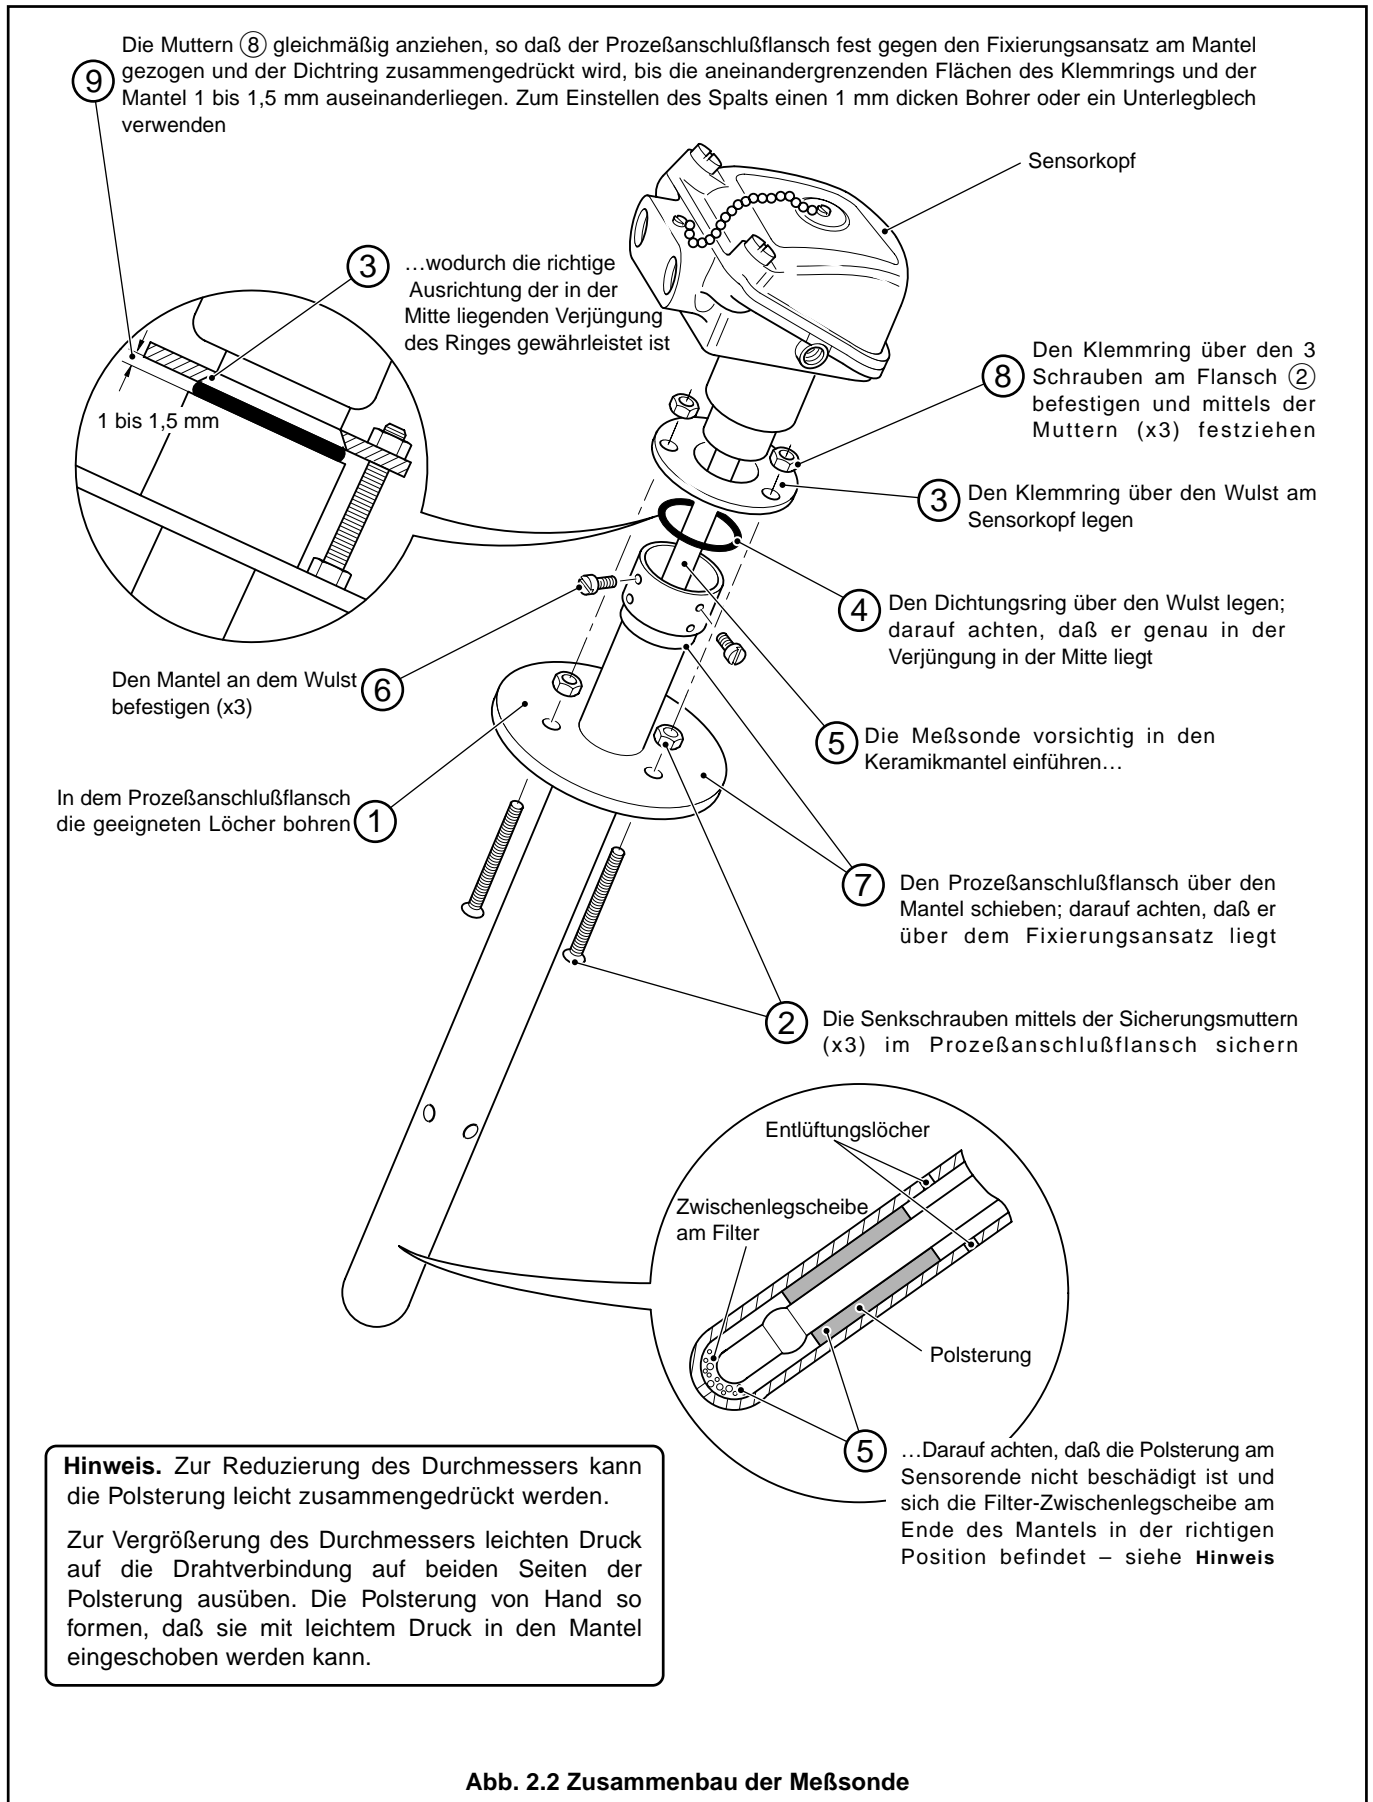

Abb. 2.2 Zusammenbau der Meßsonde
2.3 Zusammenbau der Meßsonde – Abb. 2.2
Bei diesem Prüfverfahren wird ein Testgas mit bekannter O₂-Konzentration auf die Außenelektrode der Meßsonde in den Raum zwischen der Filter-Zwischenlegscheibe am unteren Abschnitt des Mantels und der Wattierung am unteren Ende der Meßsonde geleitet. Vier Entlüftungslöcher (siehe Abb. 2.2) verhindern einen Gaseinschluß im oberen Teil des Mantels.
Hierzu muß die Meßsonde in umgekehrter Reihenfolge wie in Abb. 2.2 beschrieben sorgfältig in ihre Bestandteile zerlegt werden. Für einen sicheren Transport sind die Komponenten wieder in der Originalverpackung zu verpacken.